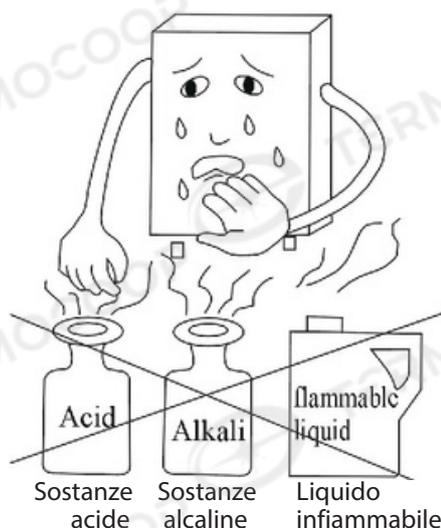

Figura 4.3
- Non depositare in prossimità dello scaldabagno sostanze infiammabili, esplosive o volatili (Figura 4.3).